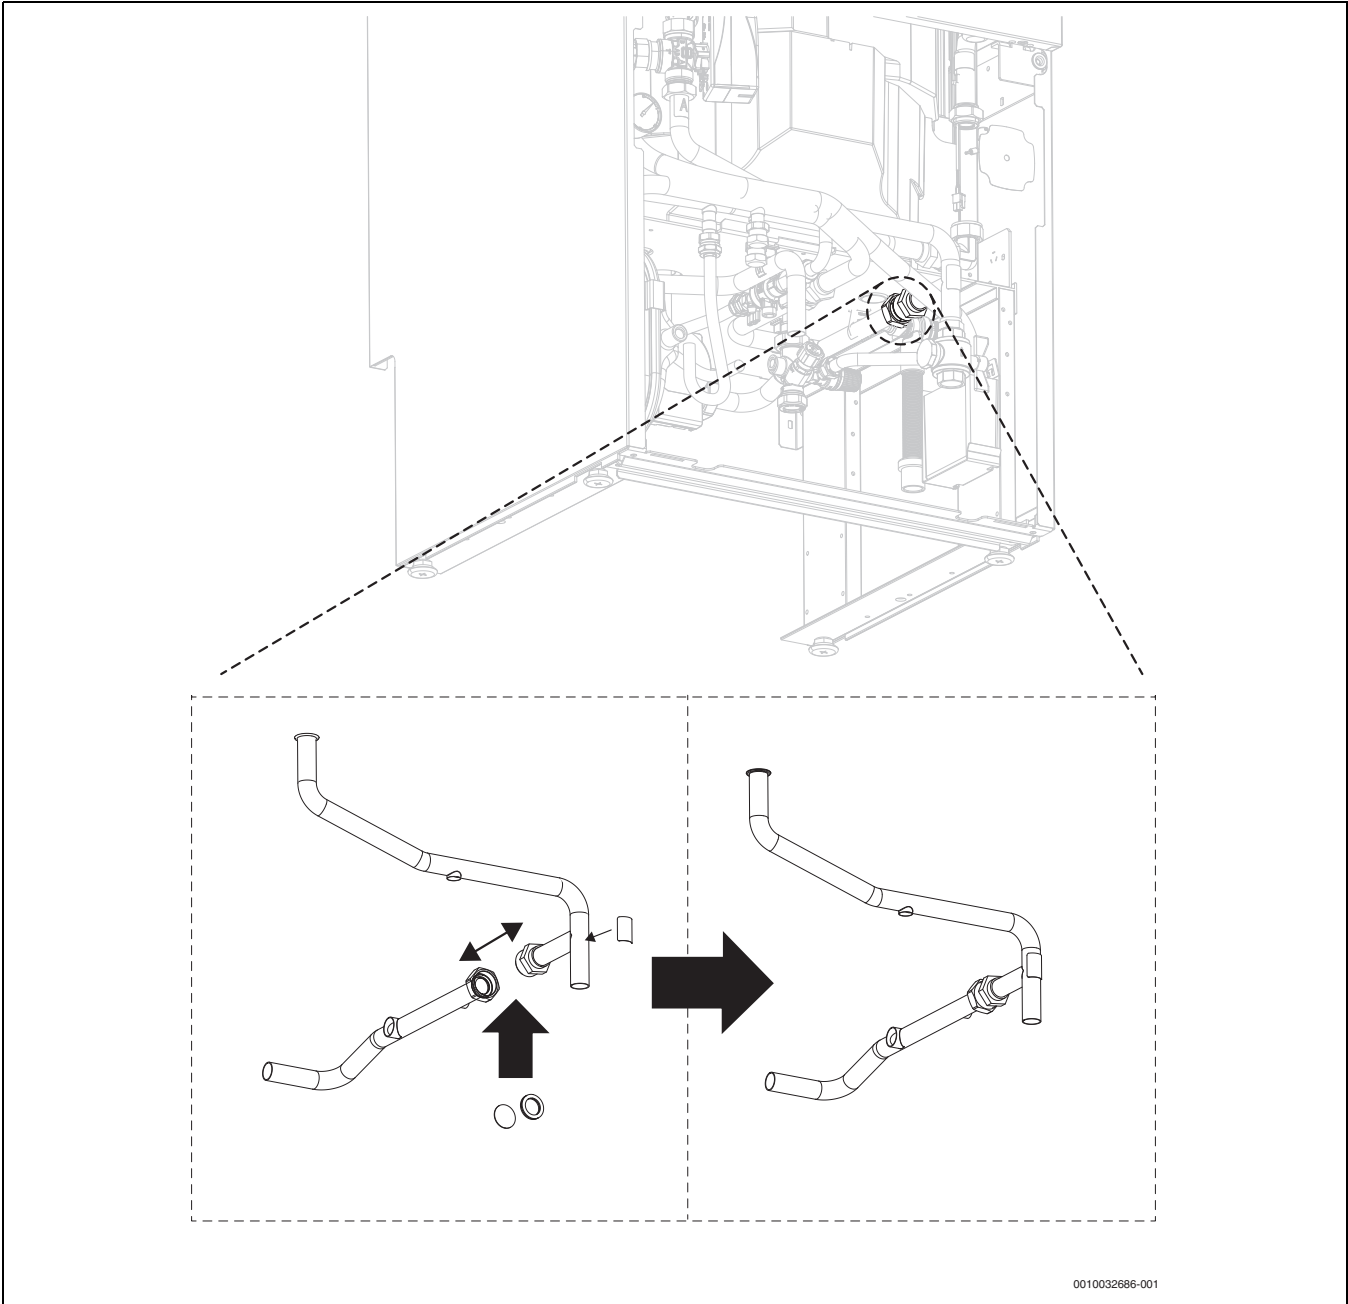

Fig. 39 Bypass-stopp med stengningsskiver
- [2] Bypass-stopp (→ fig. 39)